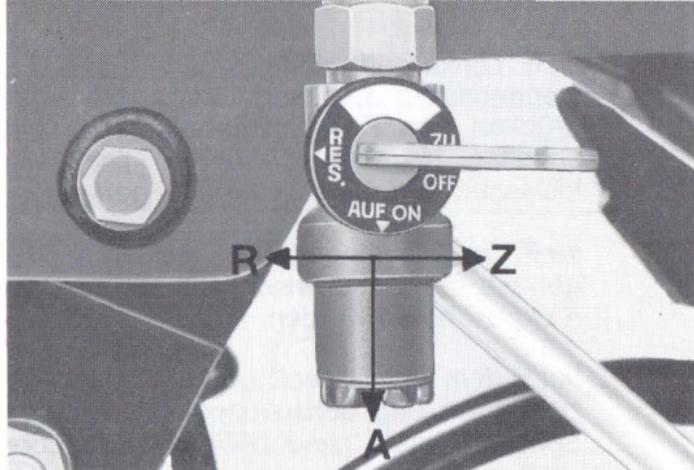

Bild 6
- 13 = Kraftstoffhahn (verd., s. Bild 6)
## Kraftstoffhahn (Bild 6)
Kraftstoffhahn (Bild 6) schließen (Stellung Z). Zündung durch den Zünd-/Lichtschalter (1/2) abstellen. (Siehe Zündschloß.)